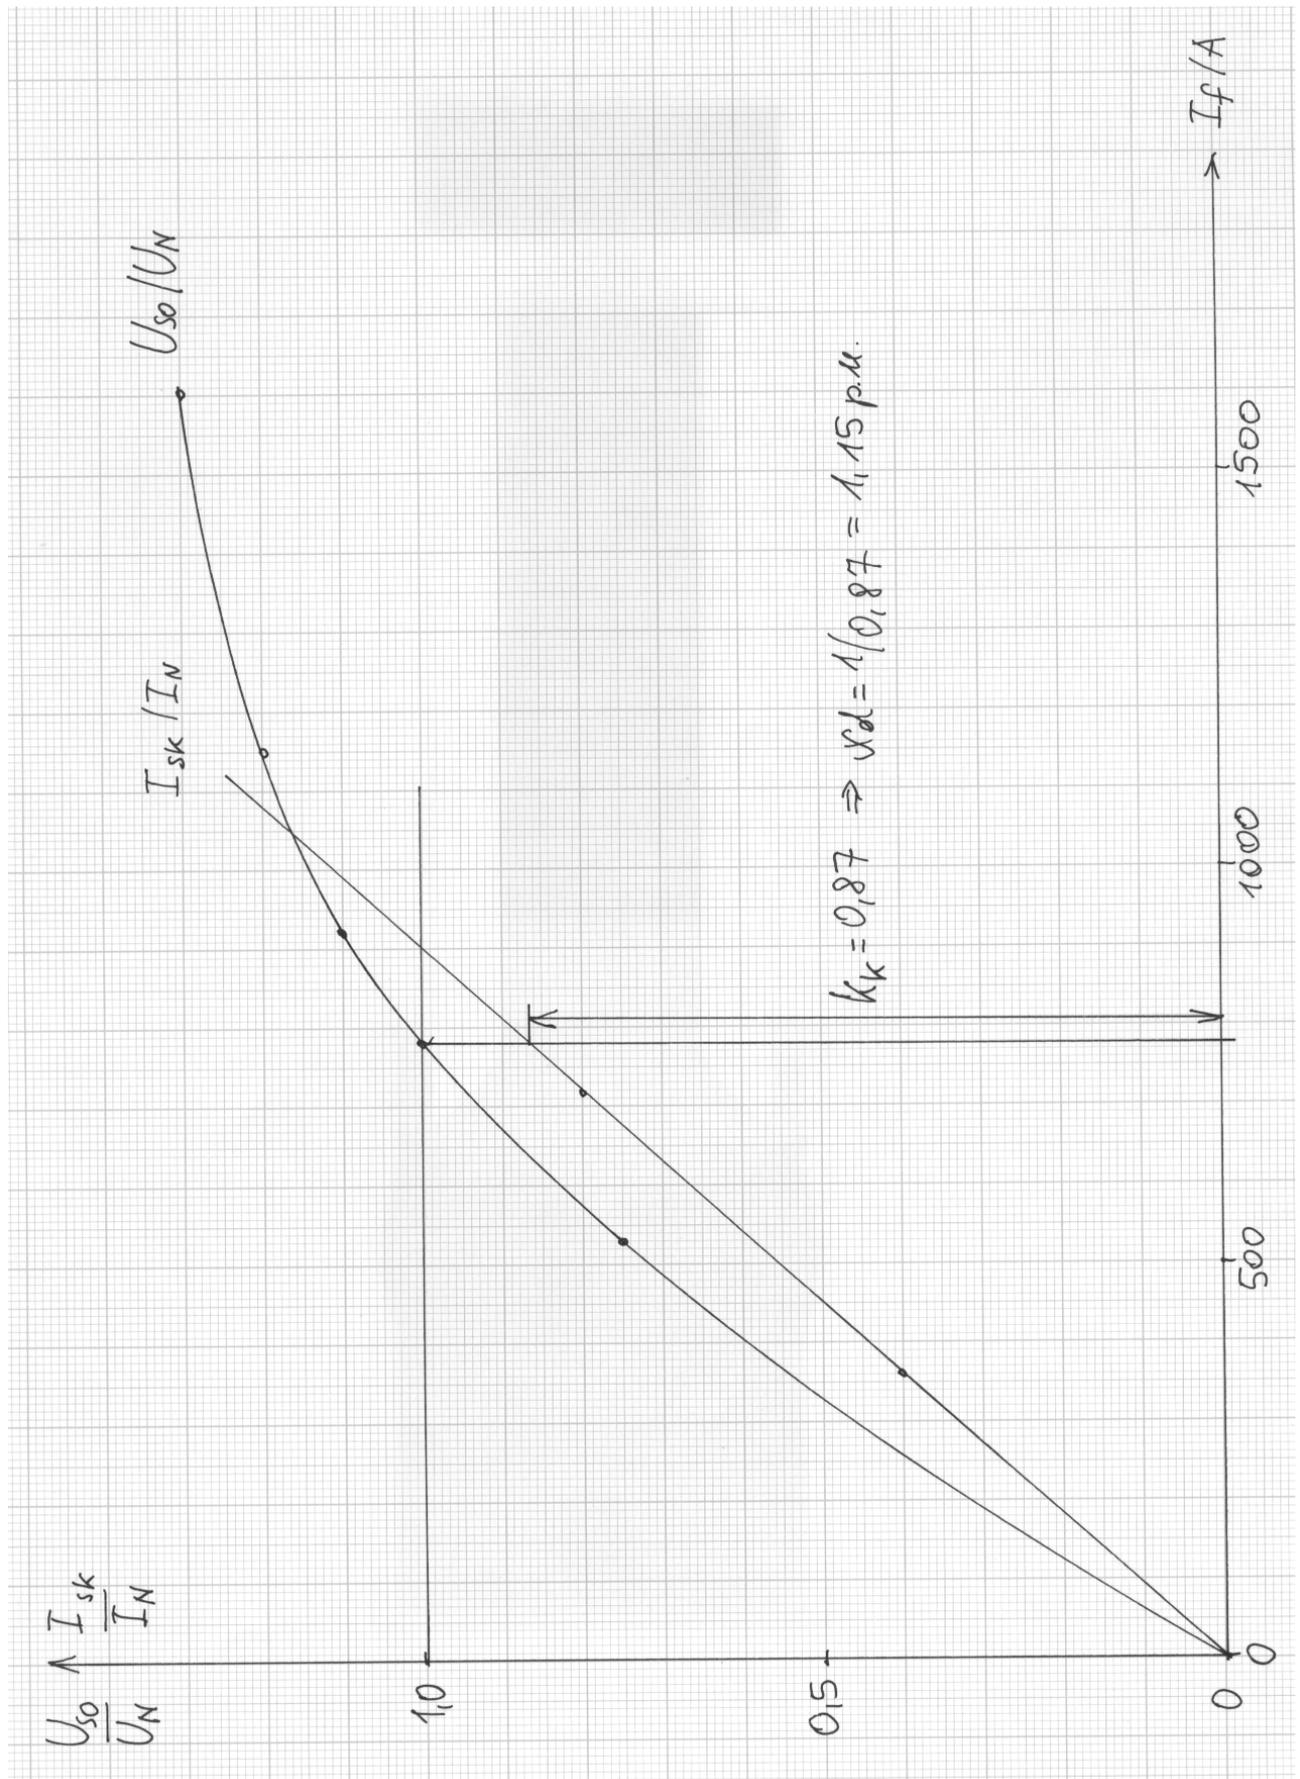

Bild 3.1-1: Leerlauf- und Kurzschlusscharakteristik des Flusskraftwerk-Synchrongenerators
- 1) Leerlauf- und Kurzschlusscharakteristik mit bezogenen Größen (Bild 3.1-1):
- 2)  $k_K = I_{f0} / I_{fk} = \underline{0.87}$  aus Bild 3.1-1